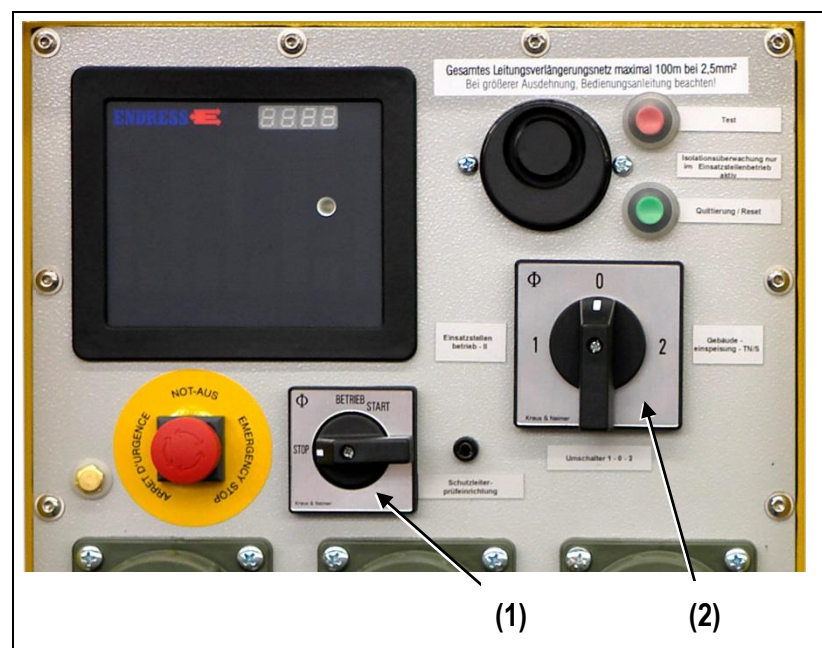

Abb. 5-2: Bedienpaneel Ausführung II / TN-S
Wählen Sie hierzu die Betriebsart „Einsatzstellenbetrieb“ am Umschalter (Abb. 5-2 (2)) aus
3. Wählen Sie die Betriebsart „Gebäudeeinspeisung“ am Umschalter (Abb. 5-2 (2)) aus.